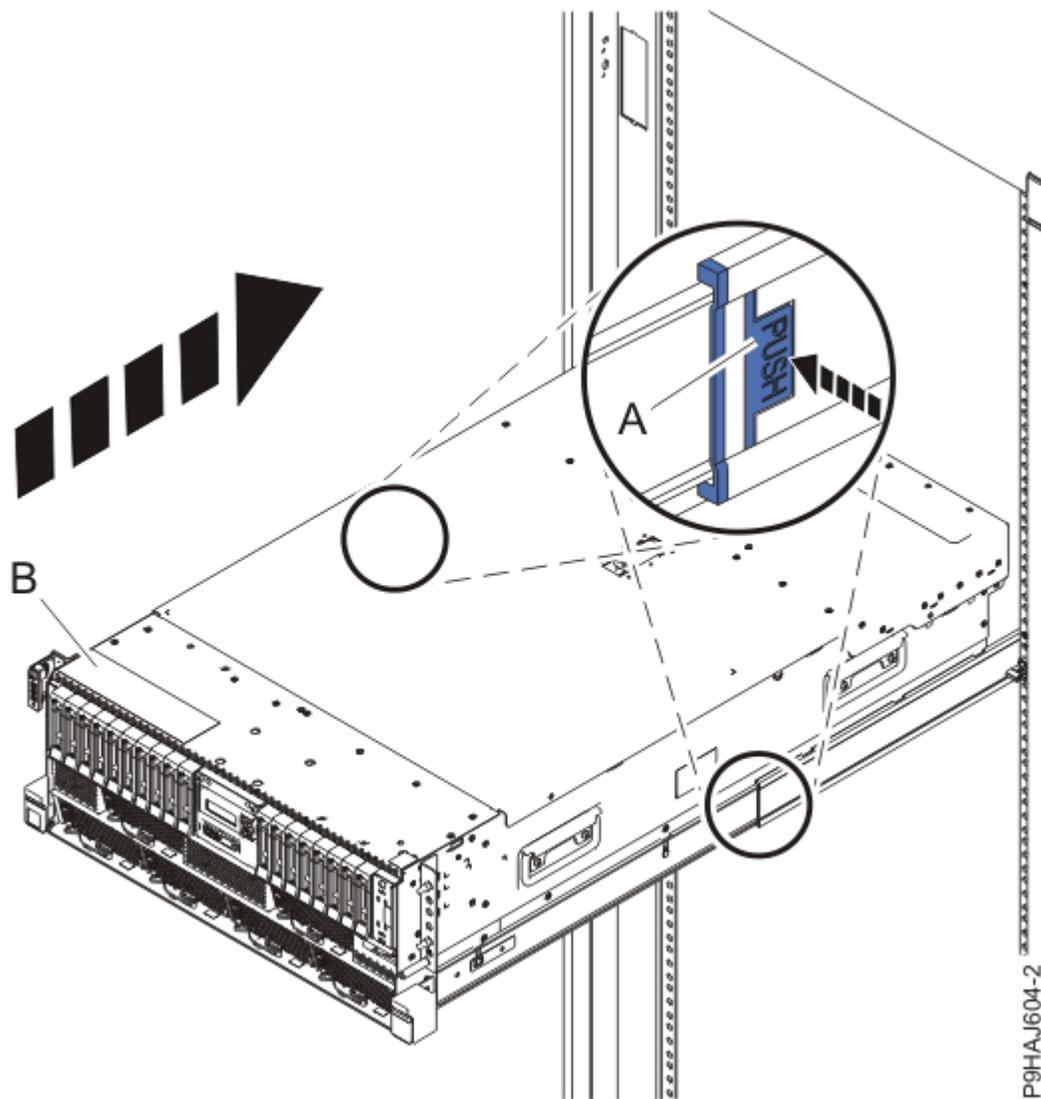

Figura 31. Colocando o Sistema na Posição de Operação
2. Para um sistema montado em rack, destrave as travas de segurança do trilho azul **(A)**, conforme mostrado na Figura 31 na página 34, empurrando-as para dentro.